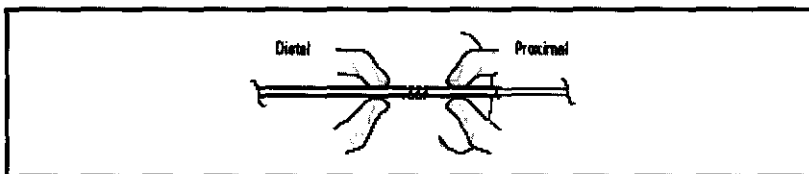

Figura 3. Bloqueo mediante giro en sentido horario
5) Bloquee el mecanismo Twist-Lock, con un giro en sentido horario (véase la Figura 3), e introduzca el extremo distal conificado de la vaina introductora a través de la VHG hacia dentro del conector del microcatéter de infusión de dos puntas hasta que la vaina quede firmemente asentada. Un ligero encorvamiento de la vaina introductora indica que está correctamente colocada. Apriete la VHG alrededor de la vaina introductora para evitar el reflujo de sangre, pero no la apriete demasiado, de modo que se dañe la espiral durante su introducción en el catéter.